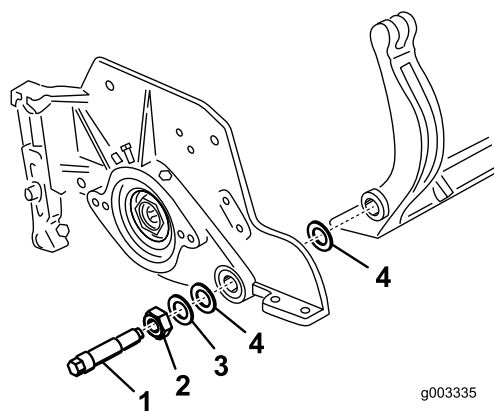

Рисунок 36
Не забудьте о наличии 2 нейлоновых шайб и 1 стальной шайбы с каждой стороны неподвижного ножа (Рисунок 36).
3. С каждой стороны установите нейлоновую шайбу на выступ боковой пластины. На нейлоновые шайбы установите стальные шайбы (Рисунок 36).